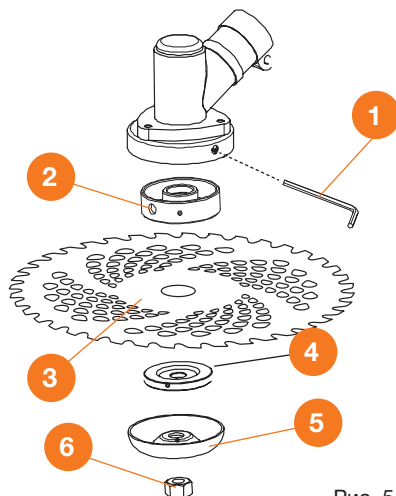

Рис. 5
5. Затяните гайку **6** с помощью ключа (левосторонняя резьба) (Рис. 5).